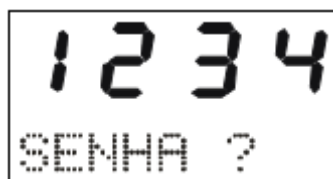

Figura 3.2: Sinalização do relé para entrada da senha de acesso de programação dos parâmetros.
a) para liberar a programação local pressione a tecla **F**. O display sinaliza como mostrado na figura 3.2.